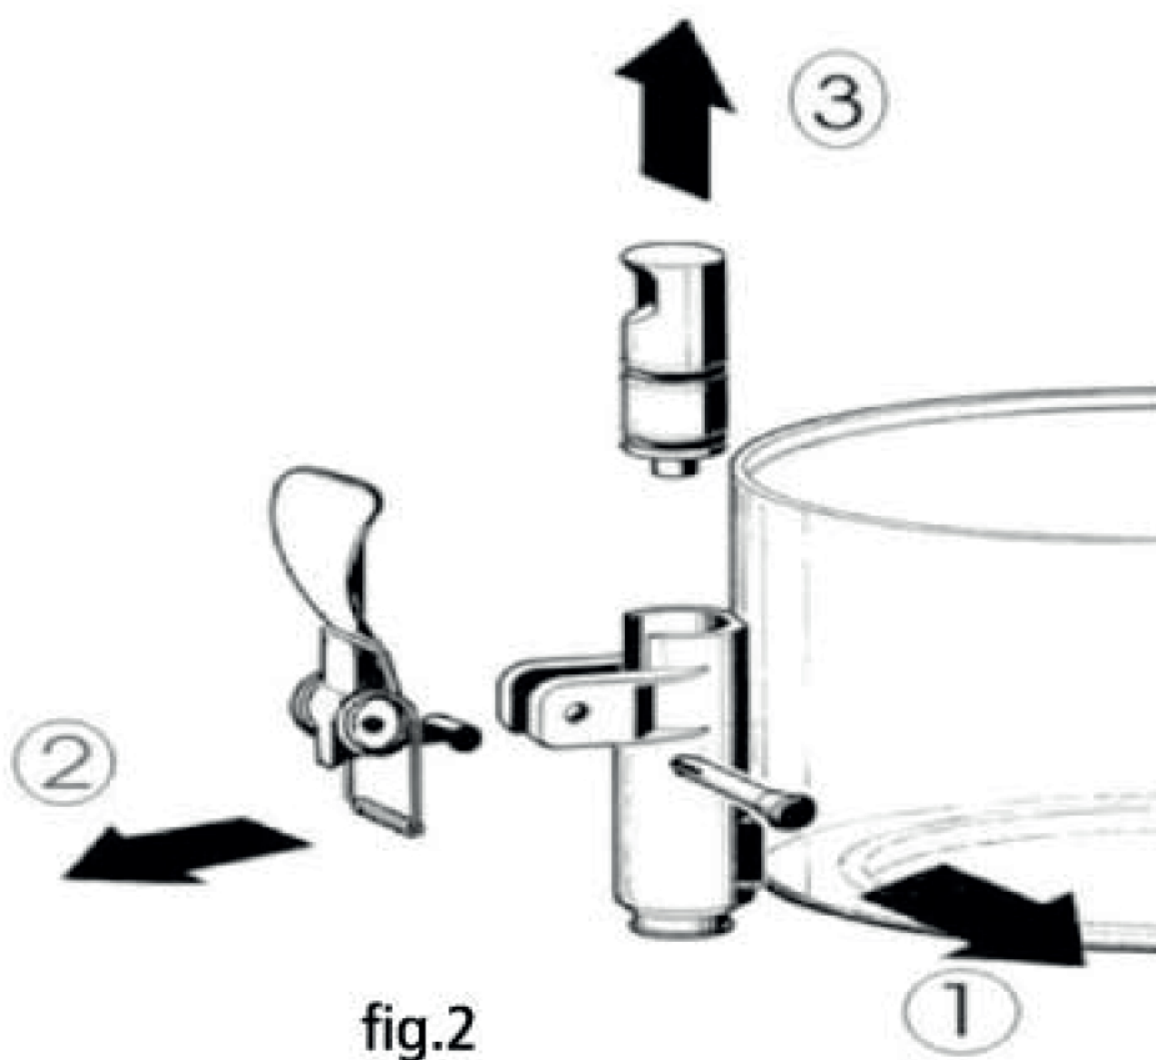

fig.2
3. Montieren Sie den Hahn auf dem Behälter in umgekehrter Weise, wie er demontiert wurde (siehe Abb. 2).
3. Reassemble the faucet assembly on the container in the opposite way to which it was dismantled (see fig. 2).